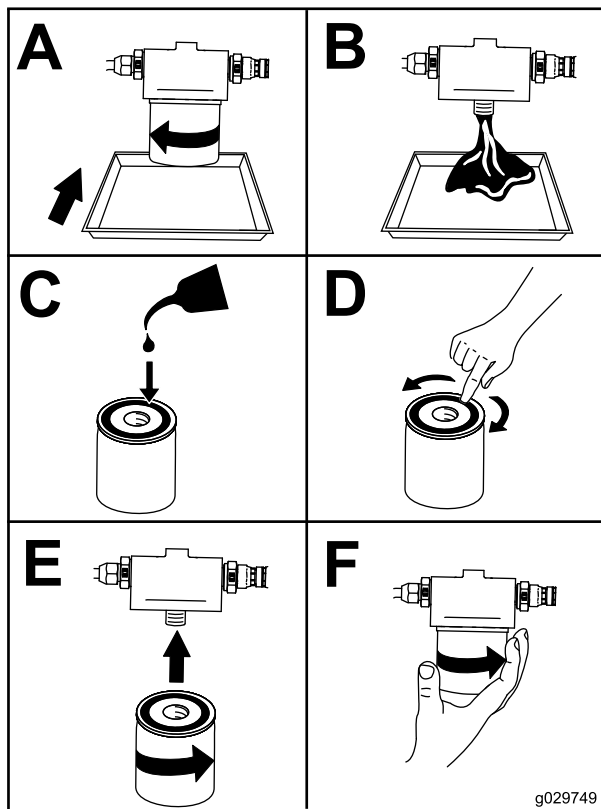

Figura 46
6. Cambie el filtro de aceite (Figura 46).